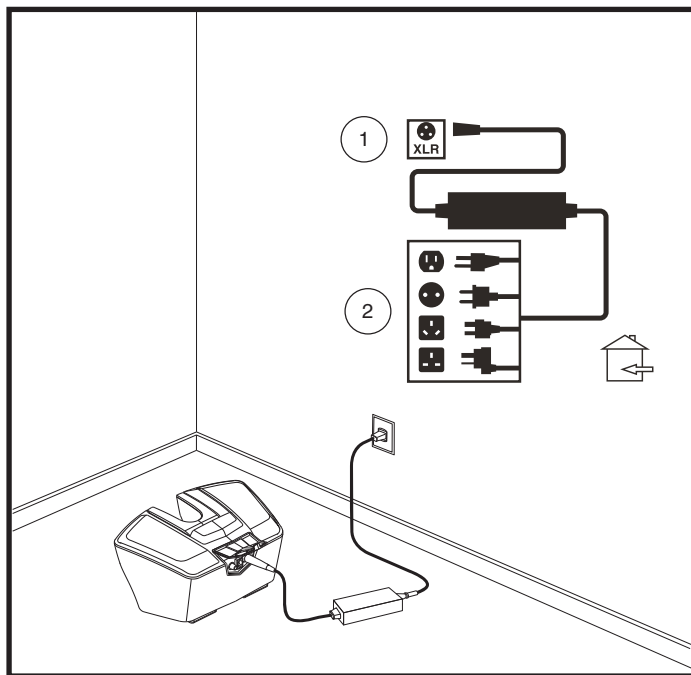

Figure 14. Batteries en recharge
3. Branchez le chargeur externe dans le réceptacle du boîtier à batteries. **Voir la figure 14.**